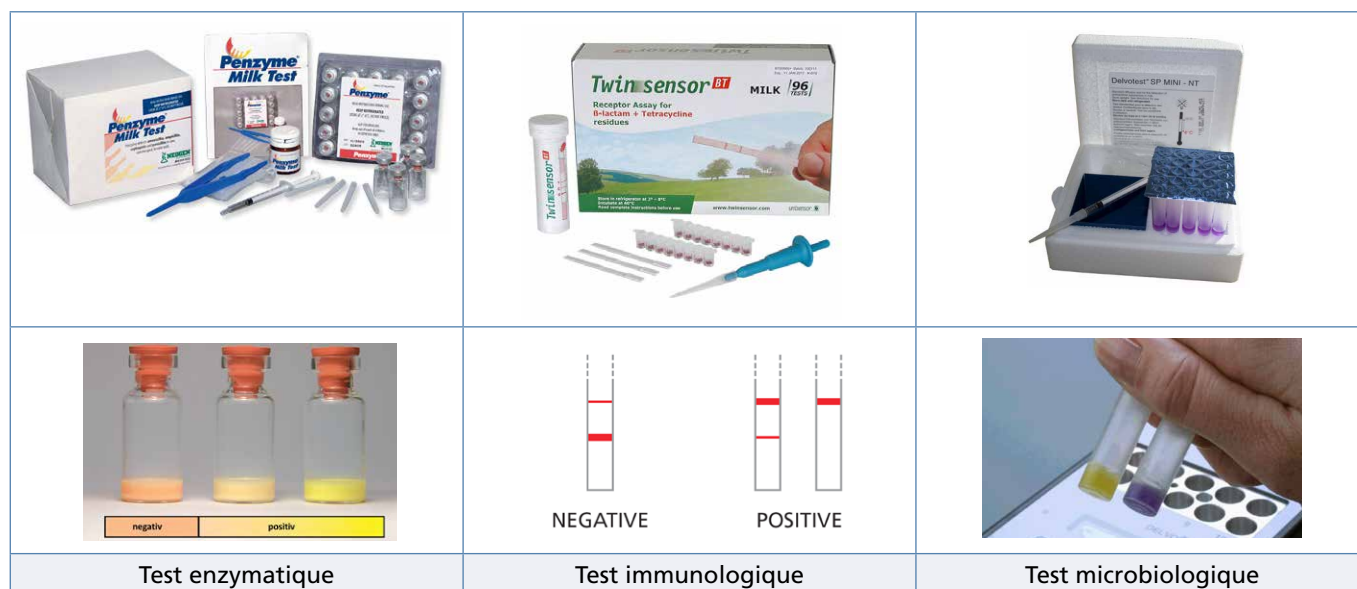

Fig. 2: Détection des antibiotiques: test enzymatique (Penzyme Milk Test), immunologique (Twinsensor BT/betasensor) et microbiologique (Delvotest SP mini NT)
Il existe trois procédés de test fondamentalement différents pour la détection d'antibiotiques: le test enzymatique, le test immunologique et le test microbiologique (fig. 2). Chaque test a sa propre procédure:
Test immunologique	L'échantillon de lait est mélangé avec des anticorps (AC) marqués contre les antibiotiques du groupe des bêta-lactames. Les molécules d'antibiotiques (MA) forment des complexes (MA-AC) avec celles des AC. L'échantillon liquide passe ensuite au travers d'une bande de papier qui contient à deux endroits des anticorps immobilisés: le premier ne peut lier que des AC non complexifiés, le second que les complexes MA-AC. Une coloration apparaît sur la bande de papier là où la substance a été liée (cf. fig. 2, image du bas, au milieu).